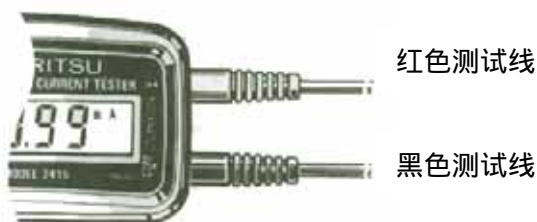

Fig. 6
(1) 将电源开关设置到“V”位置。
(2) 将测试导线插头插入 COMMON (COM) 和 VOLT (V) 端口。(图 6)